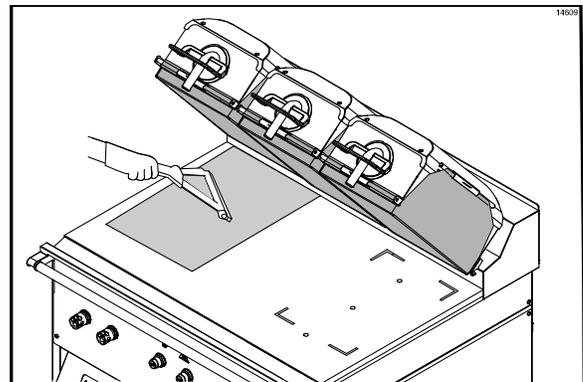

Figura 75
50. Use el escurridor para parrillas para expulsar suavemente las burbujas de aire, asegurándose de no doblar o arrugar la hoja antiadherente. (Vea la figura 75.)